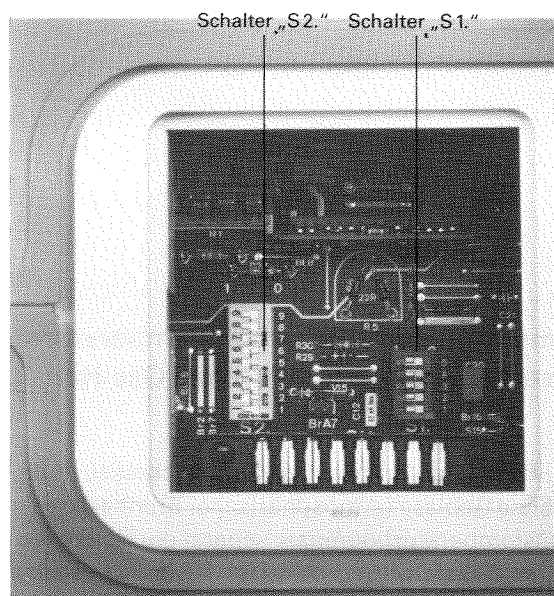

Abb. 3.18
3. Schalter „S1.1“ und „S1.2“ auf der Grundleiterplatte auf „0“ stellen (Abb. 3.18).